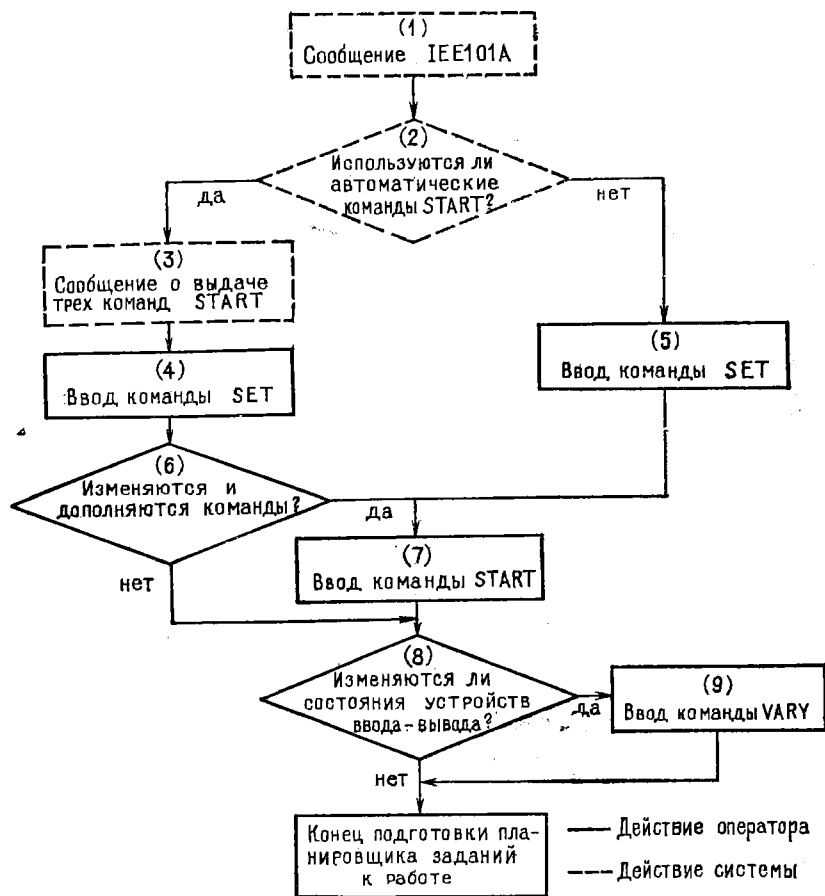

Рис. 7.8.
Подготовка планировщика заданий к работе начинается после получения сообщения IEEI01A (рис. 7.5, строка 9 и рис. 7.8, (1)). Планировщик считывает и интерпретирует задания, устанавливает порядок их обработки, ини-
цирует и завершает задания, управляет выдачей выходных данных. Для выполнения своих функций планировщику заданий необходимы системные программы RDR, INIT, WTR и DSO (гл. 6), которыми он будет пользоваться при выполнении заданий. Самым простым случаем подготовки планировщика заданий является случай (рис. 7.8), когда в систему включаются автоматические команды START (2), о чем оператор получает сообщения на консоли